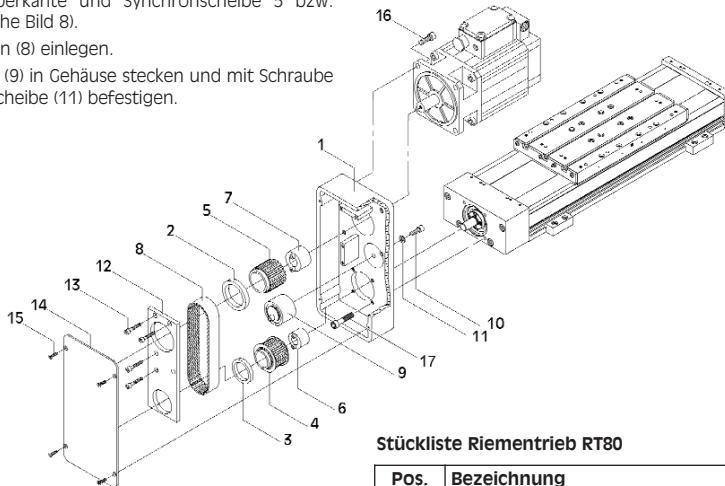

Bild 7
1. **Bild 7:** WIESEL® Lineareinheit und Motor am Gehäuse (1) befestigen.
7. **Bild 7:** Schraube (10) von Spannrolle lösen und Spannrolle mit Sechskantschlüssel SW8 gegen den Uhrzeigersinn mit 0,5 Nm spannen und Schraube (10) anziehen.
8. Abdeckplatte (14) mit 4 Senkschrauben (15) befestigen.